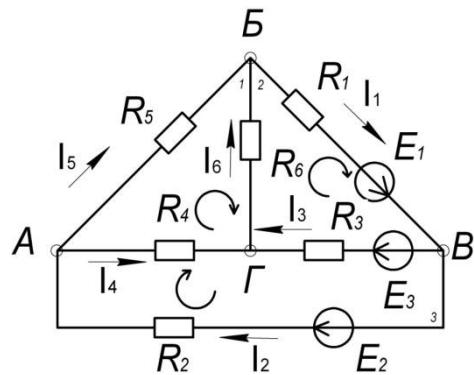

Рисунок 9
- 1.1. Определяется число ветвей и узлов, которые обозначаются буквами или цифрами; выбираются произвольно и указываются положительные направления токов (Рисунок 9).